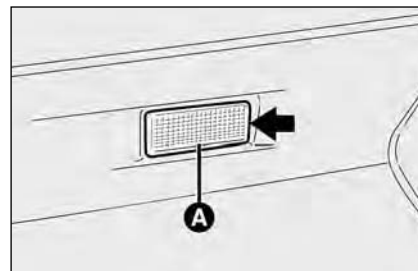

fig. 42
- maak de lichtunit **A-fig. 42** op het door de pijl aangegeven punt los;